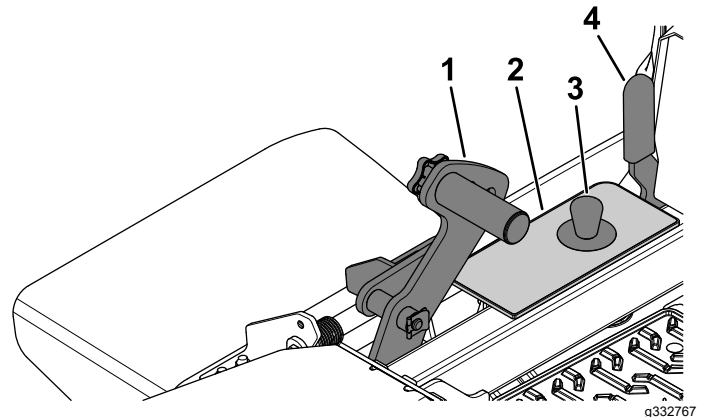

Figure 33
1. Poussez la pédale de levage du tablier complètement en avant pour bloquer le tablier en position TRANSPORT (qui est aussi la position de hauteur de coupe de 127 mm [5 po]), comme montré à la Figure 33.
2. Pour changer la hauteur de coupe, retirez la goupille du support de hauteur de coupe (Figure 33).
3. Insérez l'axe dans le trou du support correspondant à la hauteur de coupe voulue (Figure 33).